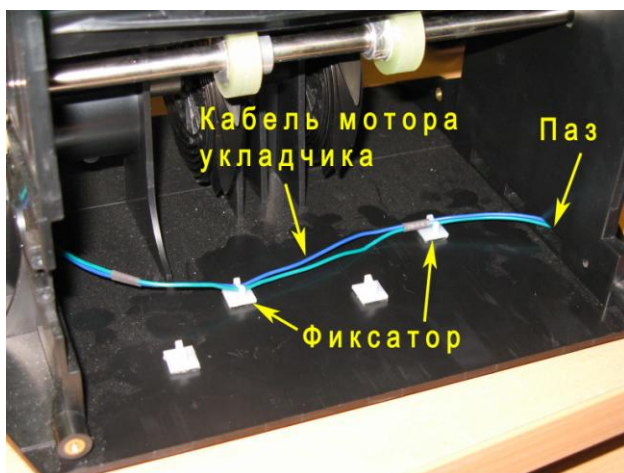

Рис. 59
8.17.1 Извлечь кабель мотора укладчика из фиксаторов проводов самоклеющихся (Рис. 59).
8.17.4 Извлечь кабель мотора укладчика из фиксаторов проводов самоклеющихся (Рис. 59).